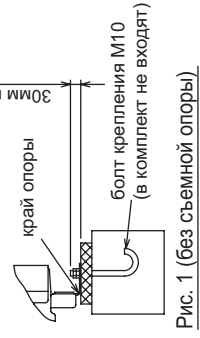

Рис. 1 (без съемной опоры)
- Установочные опоры должны прочно располагаться на основании (рис. 1 и 2).
- Болты крепления должны выступать не более, чем на 30 мм (рис. 1 и 2).